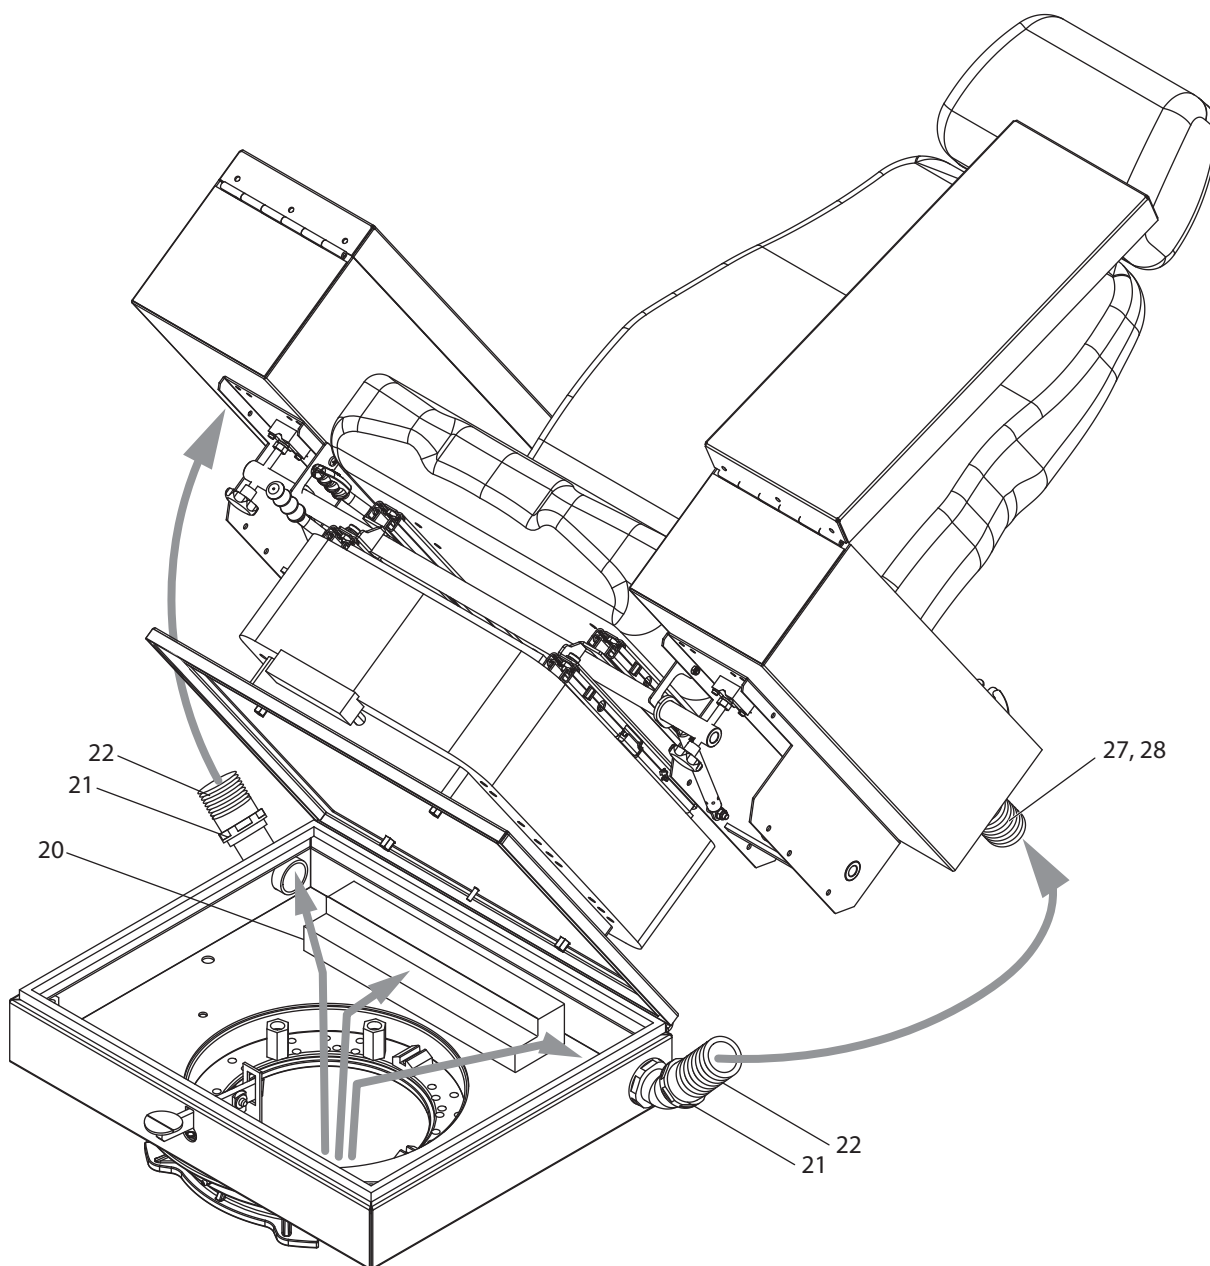

Abbildung 16. Leitungsführung
4. Führen Sie die Leitungen von unten in die Brücke (**4**) (siehe Abbildung 16 „Leitungsführung“, Seite 21).
5. Schließen Sie die entsprechenden Leitungen an der Klemmleiste (**20**) (siehe Abbildung 16 „Leitungsführung“, Seite 21) gemäß den zugehörigen Stromlaufplänen an (siehe Kapitel 12. „Mitgeltende Dokumente“, Seite 45).
6. Lösen Sie die Kontermutter (**21**) der Kabeldurchführung (**17**) und nehmen Sie den Wellenschlauch (**22**) von der Kabeldurchführung (**17**) der Brücke ab, (siehe Abbildung 16 „Leitungsführung“, Seite 21).
7. Lösen Sie die Kontermutter (28) der Kabeldurchführung (27) der Pulte und nehmen Sie den Wellenschlauch (22) von der Kabeldurchführung (27) der Pulte ab, (siehe Abbildung 16 „Leitungsführung“, Seite 21).
8. Führen Sie die entsprechenden Leitungen durch die Kabeldurchführung (17).
9. Ziehen Sie die Leitungen durch den Wellenschlauch (22) und ziehen Sie die Kontermutter (21) der Kabeldurchführung (17) an der Brücke und die Kontermutter (28) der Kabeldurchführung (27) an den Pulten fest.
10. Kippen Sie den Steuerstand in Richtung der Scharniere (15) zurück und ziehen Sie die beiden Sicherungsschrauben (18) an der Brücke (4) fest.
4. Lösen Sie die Kontermutter (**21**) der Kabeldurchführung (**17**) und nehmen Sie den Wellenschlauch (**22**) von der Kabeldurchführung (**17**) der Brücke ab, (siehe Abbildung 16 „Leitungsführung“, Seite 21).
5. Lösen Sie die Kontermutter (**28**) der Kabeldurchführung (**27**) und nehmen Sie den Wellenschlauch (**22**) von der Kabeldurchführung (**17**) der Pulte ab, (siehe Abbildung 16 „Leitungsführung“, Seite 21).